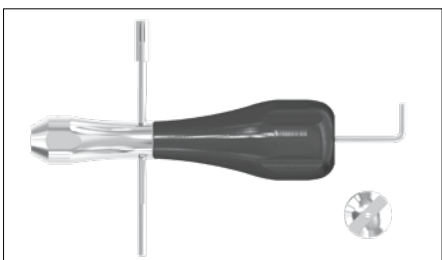
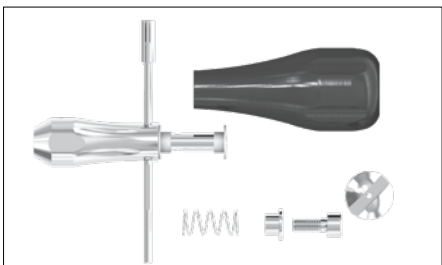

Fig. 5
Fig. 6
Unscrew the cylindrical screw concealed beneath it with the tomas®-screwdriver key 3.0 screwdriver (Fig. 5) and dismantle the tomas®-screwdriver (Fig. 6).
Retirer la vis cylindrique située en dessous en utilisant la tomass®-screwdriver key 3.0 (clé hexagonale 3,0) (Fig. 5) et démonter entièrement le tomass®-screwdriver (Fig. 6).